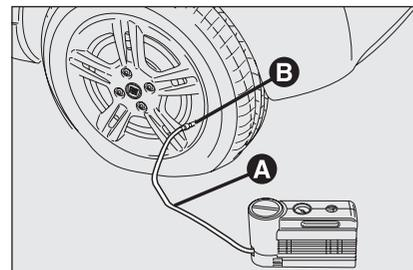

fig. 9
- Serrer le frein à main.** Dévisser le capuchon de la valve du pneu, enlever le tuyau flexible de remplissage **A-fig. 9** et visser la bague **B** sur la valve du pneu;